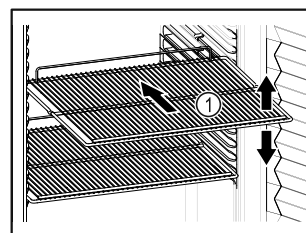

Fig. 57
- Hvis oppbevaringshyllene Fig. 57 (1) kan flyttes, juster etter høyden.